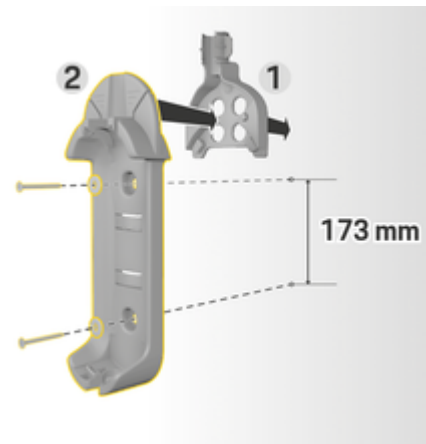

Fig. 3: Dimensões de perfuração
3. Pressione a base do suporte de parede 2 (Fig. 3) para a guia do cabo 1 (Fig. 3) na parte da frente.